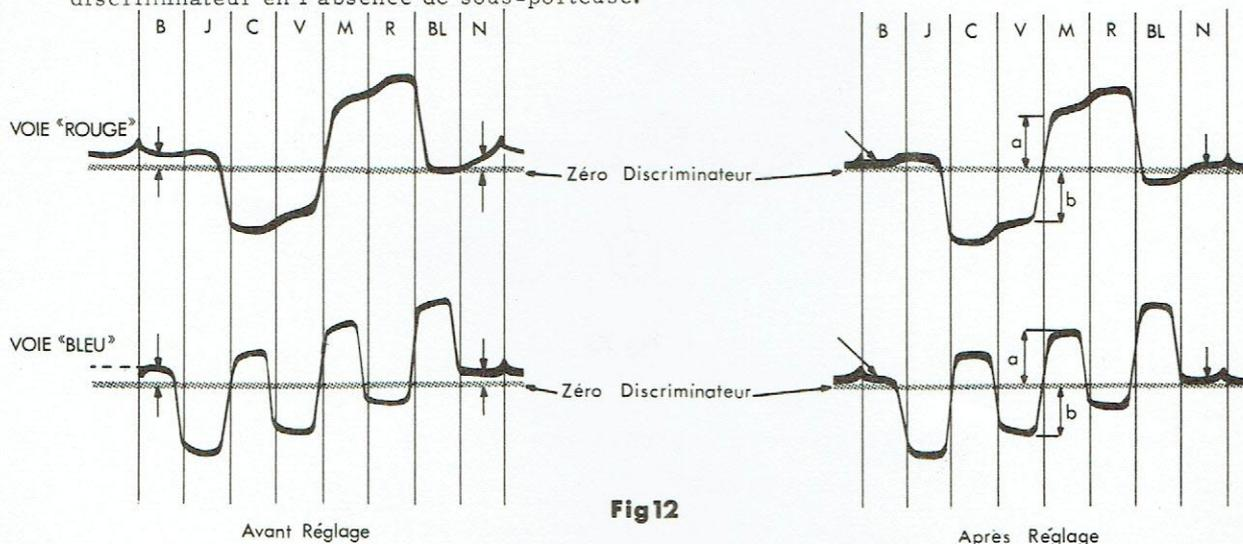

Fig 12
- Sur le retardateur, enfoncer la touche (1) "MARCHE".
- Enfoncer la touche (2) "POLARITE" si l'on est en SECAM ; pour le PAL relâcher cette touche.
- Par les commandes "DUREE GROS" et "DUREE FIN" (7) et (8), déplacer l'origine du balayage afin d'obtenir le point désiré. On pourra faire apparaître successivement l'escalier de gris, le damier noir et blanc, ou les barres de couleurs. Le relevé d'oscillogrammes, sur la voie "Chrominance", permettra soit de vérifier le zéro des discriminateurs, soit de contrôler le dématricage. Pour le zéro des discriminateurs, nous donnons figure 12 l'oscillogramme type, relevé sur les voies rouge et bleu, représentant le signal de démodulation des discriminateurs pendant les barres de couleur. La ligne de référence correspond au zéro discriminateur en l'absence de sous-porteuse.